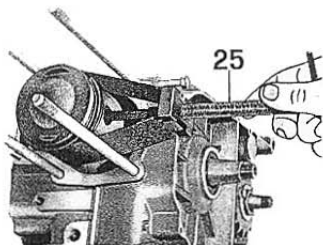

Fig. 18
- il pistone dalla biella dopo aver smontato le mollette tenuta spinotto e lo spinotto adoperando l'attrezzo n° 26907830 (25 di fig. 18);